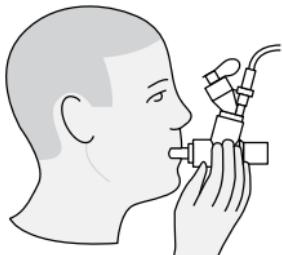

Rysunek 9. Podłączanie urządzenia do maski.
2. Obrócić kolanko z odpowietrznikiem stosownie do ułożenia pacjenta (Rysunek 9).
Ostrzeżenie: Utrzymanie nebulizatora w pozycji pionowej zapewnia prawidłowy przebieg nebulizacji (Rysunek 9 i Rysunek 10).